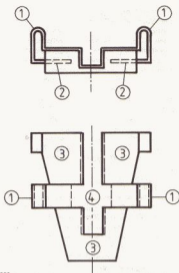

Bild 229
- 10 Federn, sie verhindern das Klappern der Bremsklötze und bilden die Gleitbahn zwischen dem feststehenden Teil des Bremssattels (13) und dem beweglichen Teil des Bremssattels (14)
- 11 Die «Nasen» der Bremsklötze werden in der Kontur der Feder 10 geführt und von der Federzunge 2 in Bild 229 besaufschlagt